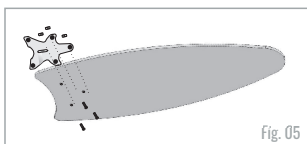

Fig. 05
Fixe a garra (15) na pá (18) com os parafusos (19) e porcas (11) conforme fig. 05.
Fixe o conjunto de garra e pá (conforme fig. 05) no motor com parafusos (16) e porcas (11).